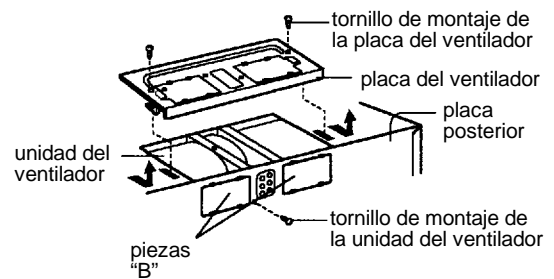

Figura 19
1. Quite un tornillo de montaje de la unidad del ventilador y un o dos tornillos de la placa del ventilador. Quite la placa del ventilador del gabinete. Vea la figura 19.